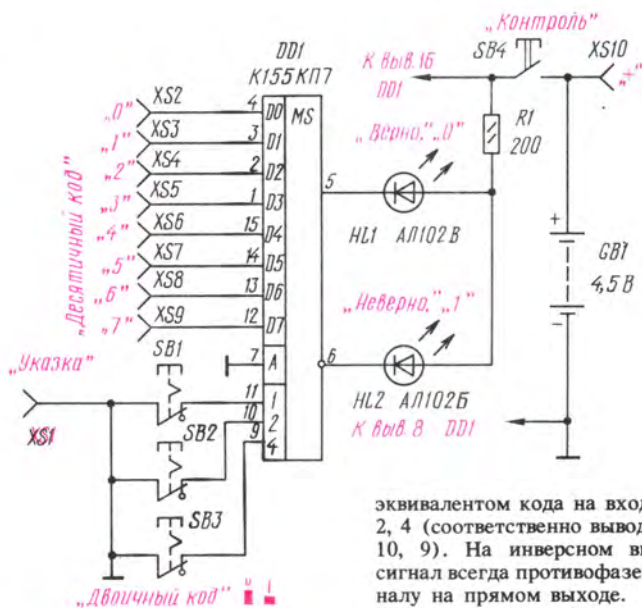

Рис. 4
Сравнительно простой преобразователь цифр двоичной системы счисления в десятичную и десятичной в двоичную можно собрать всего на одной универсальной микросхеме — мультиплексоре К155КП7 (рис. 4). У него восемь информационных входов (D0—D7), три адресных (1, 2, 4), вход стробирования (A) и два выхода — прямой (вывод 5) и инверсный (вывод 6). Поскольку вход стробирования (вывод 7) соединен с общим проводом, т. е. на нем уровень логического 0, сигнал на прямом выходе повторяет